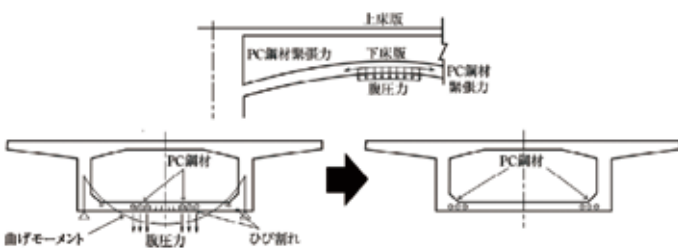

図4 下床版に配置するPC鋼材をウェブ近くに配置した例 (道路橋示方書 平成29年版 III編 p.256 図-解10.3.4)
- PC箱桁の下床版に配置するPC鋼材により生じる分力の影響の考慮(図4)
(2) 鉄筋拘束